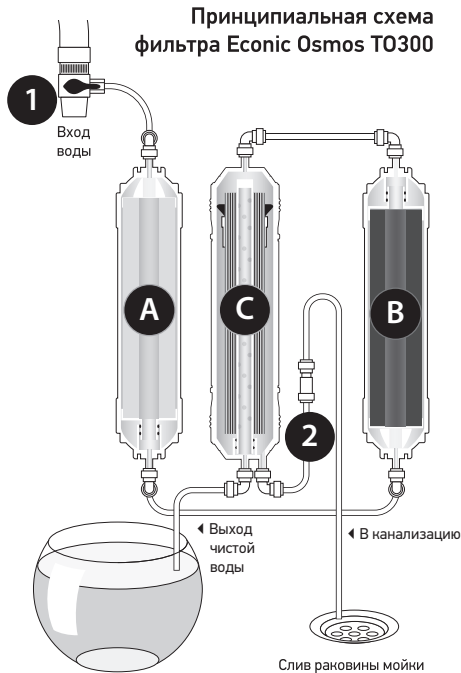

Рис.1. Принципиальная схема подключения фильтра Econic Osmos T0300.
Исходная водопроводная вода поступает на вход фильтра через дивертор (1), затем проходит через два фильтрующих элемента предварительной очистки (см. Рис.1).
- Собрать с помощью входящей в комплект поставки пластиковой трубки (шланга) систему «дивертор → система обратного осмоса → ёмкость с чистой водой/слив в канализацию» в соответствии со схемой подключения (см. Рис.1).
- Отключите от ограничителя потока (2) шланг, ведущий к сливу раковины в мойке (Рис.1).